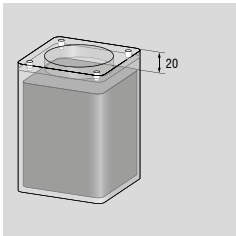

Fig. 12.3.1
3. Para rellenar de nuevo el gato hidráulico se necesitan 700 ml de aceite hidráulico (para ello ver también el capítulo 6.6 – Aceite hidráulico y lubricante). En primer lugar, rellenar el depósito de aceite con aceite hidráulico hasta 20 mm por debajo del borde (fig. 12.3.1). A continuación, rellenar el aceite hidráulico restante a través del tornillo de carga de aceite (número 9, ver el dibujo – capítulo 6.2).